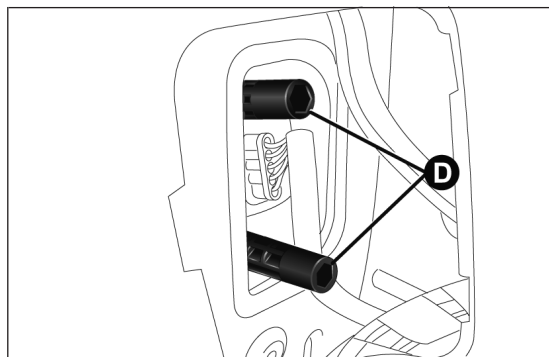

fig. 184
- à l'aide de la clé Allen A, dévisser les dispositifs de fixation D fig. 184 du groupe optique arrière ;